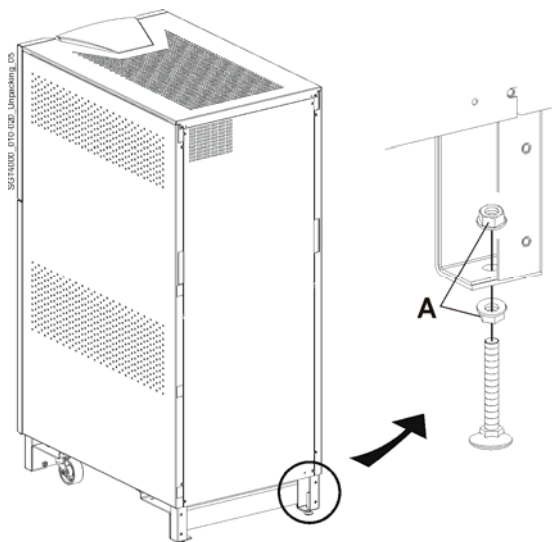

Рис. 4.6-2 Болты для фиксации ИБП LP 33
- 2 болта для фиксации шкафа ИБП (см. Рис. 4.6-2)